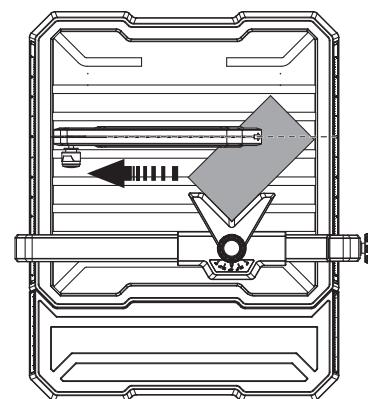

Fig. 19
**EFFECTUER UNE COUPE D'ONGLET (Fig. 19)**